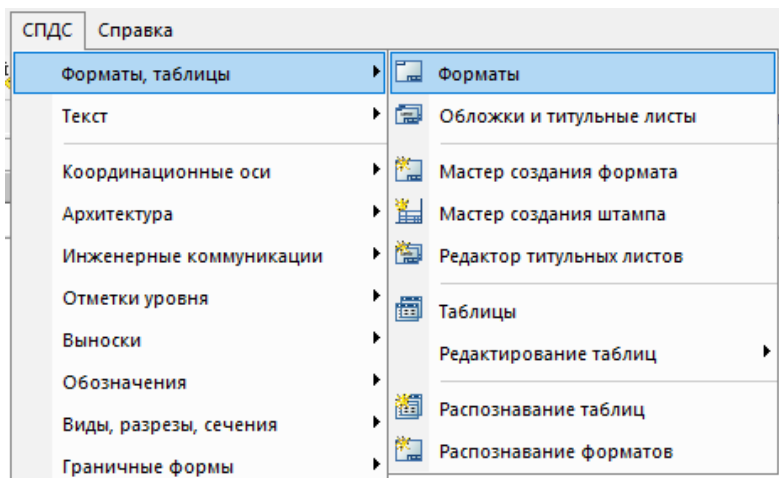

Рис. 1.1.3 Вставка формата
3. Вставим в созданные листы стандартные форматы. Для этого переключаемся в лист, в верхнем выпадающем меню выберем **СПДС – Форматы, таблицы – Форматы** (рис.1.1.3)